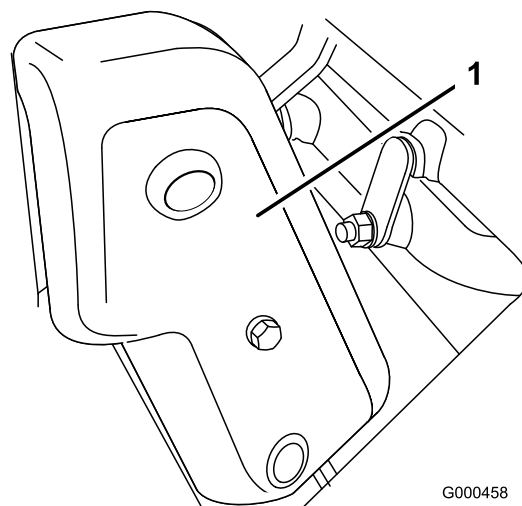

Bild 34
1. Nehmen Sie die Befestigungsschrauben der Riemenabdeckung und die Riemenabdeckung ab, um den Riemen zugänglich zu machen (Bild 34).